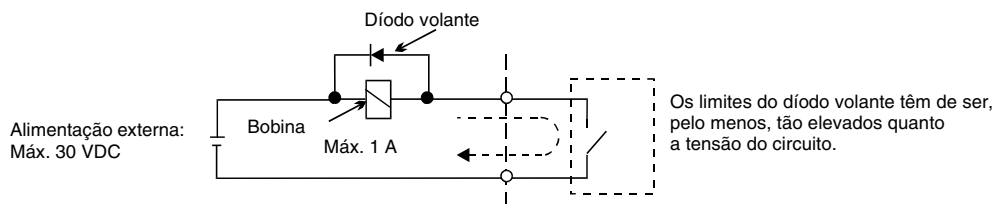

Fig 6 Ligação do díodo volante
- \*3. Quando estiver a propulsionar uma carga reactiva, como uma bobina de relé com fonte de alimentação CC, insira sempre um diodo volante conforme mostrado na Fig 6.